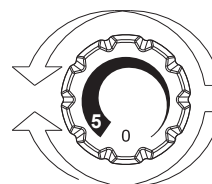

Fig. 2
- O ajuste de temperatura de ambos os compartimentos é realizado rodando o botão do termostato (Fig. 2).